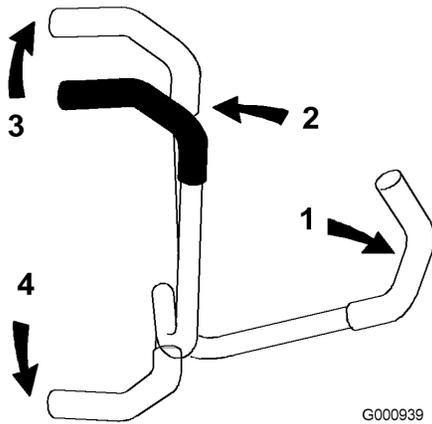

Figura 18
1. Mueva las palancas de control de movimiento hacia fuera (Figura 18) a la posición de bloqueo/punto muerto.
3. Para ir hacia adelante, empuje lentamente las palancas de control de movimiento hacia adelante (Figura 18).
Para ir recto, aplique la misma presión a ambas palancas de control de movimiento (Figura 18).
Para girar, mueva la palanca de control de movimiento hacia punto muerto en el sentido en el que desea girar (Figura 18).
2. Para ir hacia atrás, tire lentamente de las palancas de control de movimiento hacia atrás (Figura 18).
Para girar, deje de empujar la palanca de control de movimiento del lado al que desea girar (Figura 18).